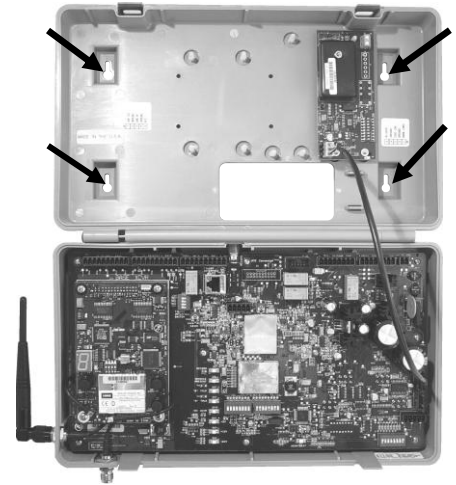

Figure 13. Ouvrez le poste de base exposant les quatre trous de vis
- Placez le poste de base contre le mur à l'emplacement désiré pour l'installation, en maintenant la porte ouverte, et faites des marques sur le mur à travers les quatre trous de vis sur l'arrière du cabinet, tel qu'illustré à la Figure 13.